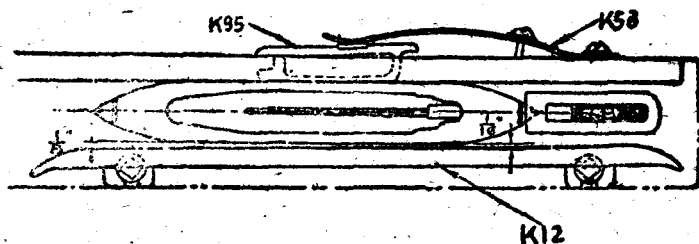

图 4
(3) 梭箱底板和走梭板接触的地方，走梭板后退 $\frac{1}{8}$ 吋，这个尺寸很重要。梭箱前板和梭子的相对位置外狭内宽，外侧 $\frac{1}{16}$ 吋，内侧 $\frac{1}{8}$ 吋（如图4所示）。梭箱背板上装有制梭板，梭子将出梭箱时，制梭板压住梭子的后端。由于有了以上的各点装置，所以梭子投出梭箱后向钢筘斜进。